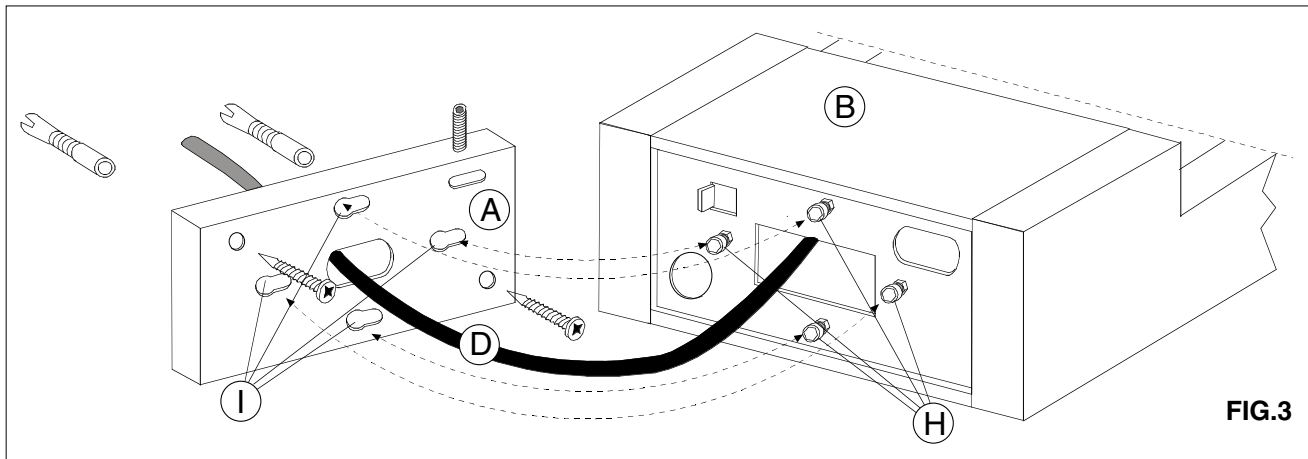

FIG.3
- Riposizionare i capicorda cablati nell'apparecchio e introdurre i perni **H** nelle asole **I**. **FIG.3**
- Insert again the pins **H** into the fitting and insert the pins **H** into the holes **I**. **FIG.3**
- Repositionner les terminaux câblés dans l'appareil et insérez les tourillons **H** dans les trous **I**. **FIG.3**